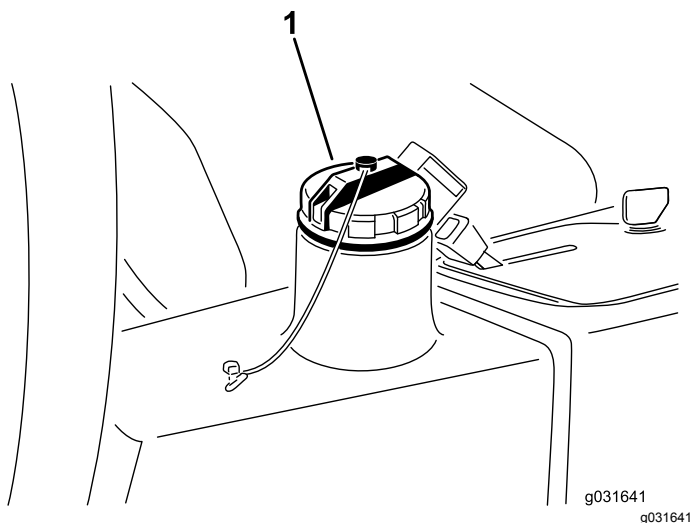

Figura 58
2. Limpie la zona alrededor del cuello de llenado y el tapón del depósito de aceite hidráulico (Figura 58).
3. Retire el tapón del depósito hidráulico (Figura 58).